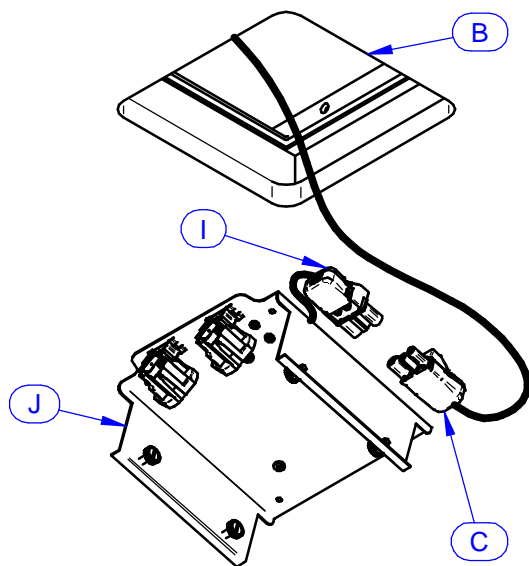
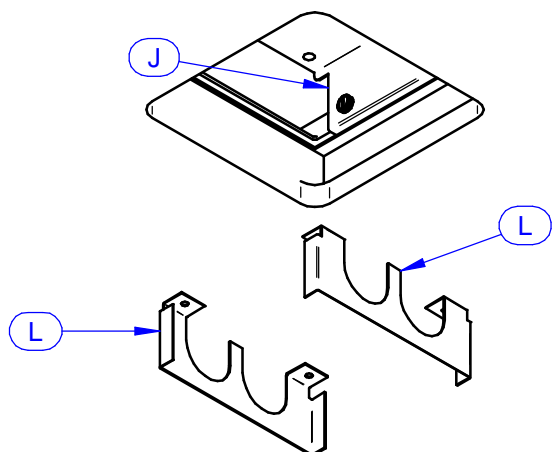
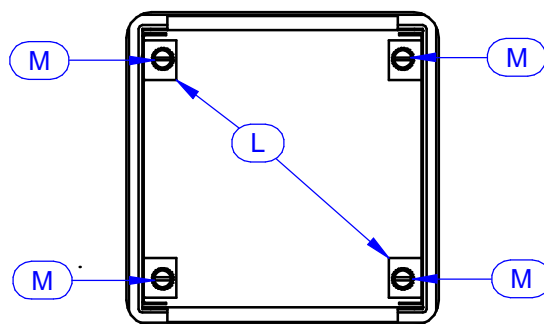

FIG.7
FIG.8
FIG.9
Solo per art. 60850: Posizionare le staffe (L) sul kit di alimentazione (J) [FIG. 7] e bloccarle tramite le viti (M) [FIG. 8]. Installare le lampade (N) nei rispettivi portalampade [FIG. 9] e posizionare per caduta il diffusore (O) all'interno del gesso (B) [FIG. 10].
For item 60850 only: Fix brackets (L) onto power supply kit (J) [FIG. 7] using screws (M) [FIG. 8].
Insert lamps (N) inside lamp holders [FIG. 9] and allow diffuser (O) to come to rest inside element (B) by turning it [FIG. 10].
Seulement pour l'art. 60850 : Positionner les étriers (L) sur le kit d'alimentation (J) [FIG. 7] et les bloquer à l'aide des vis (M) [FIG. 8].
Installer les lampes (N) dans les douilles respectives [FIG. 9] et poser le diffuseur (O) à l'intérieur du plâtre (B) [FIG. 10].
Solamente para art. 60850: Sitúe los soportes (L) en el kit de alimentación (J) [FIG. 7] y use los tornillos (M) [FIG. 8] para bloquearlos.
Monte las lámparas (N) en los portalámparas respectivos [FIG. 9] y encaje el difusor (O) dentro del yeso (B) [FIG. 10].
Nur für Art. 60850: Positionieren Sie die Bügel (L) auf dem Anschlusssatz (J) [FIG. 7] und blockieren Sie diese mittels Schrauben (M) [FIG. 8].
Installieren Sie die Lampen (N) in den entsprechenden Lampenhaltern [FIG. 9] und positionieren Sie den Diffusor im Gips (B), damit dieser nicht herunterfallen kann [FIG. 10].